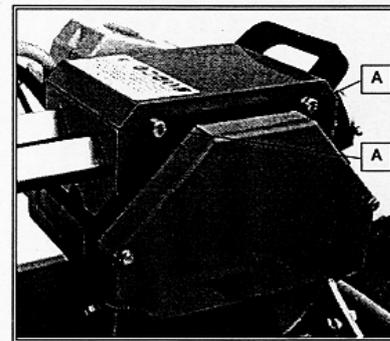

Fig. 4.1
1. Desserrez les deux écrous (Fig. 4.1-A) ;